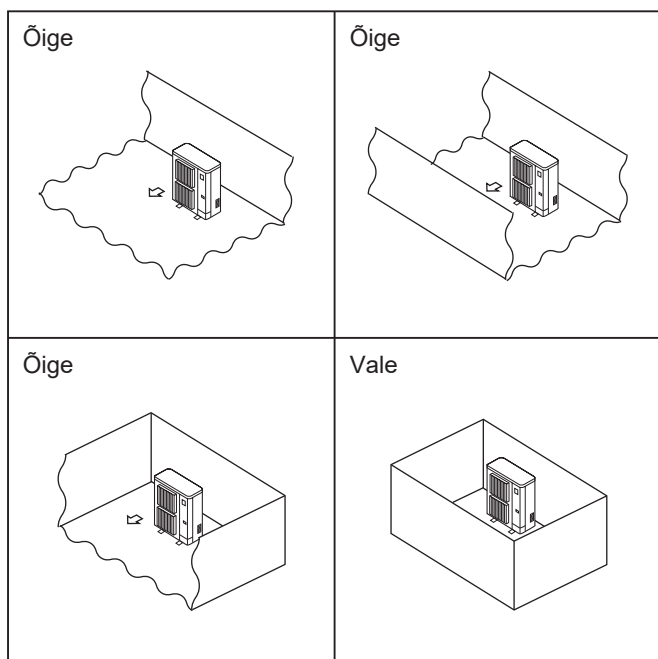

Fig. 2-1
- © Paigaldage välisseadmed kohta, kus vähemalt üks neljast küljest on avatud ja piisavalt avaras kohas, mis ei ole nõgus. (Fig. 2-1)